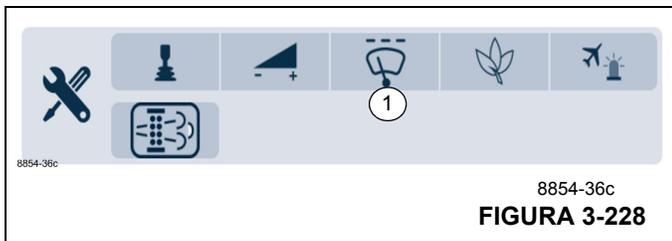

FIGURA 3-228
Para abrir: Seleccione el símbolo (1) y confirme – el menú se abre (Figura 3-228).